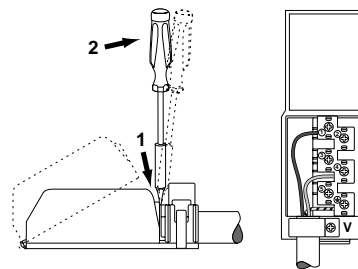

Abb.11
• Schrauben Sie die Schraube der Kabelklemme „V“ sowie die der Kontakte aus. (Abb. 11)